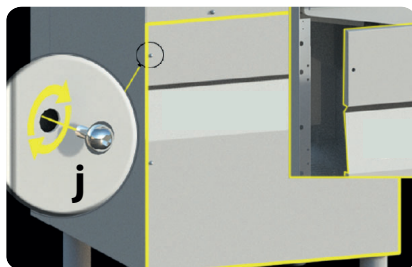

рис. 10
- Снимите панель под дверцей, чтобы получить доступ в технический отсек, открутив винты. (положение **j** - см. **рис. 10**).